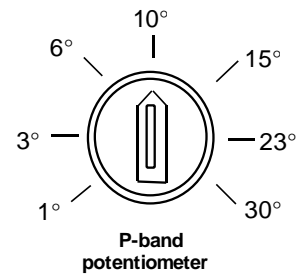

Fig. 5: P-bandets inställningsområde
- Med hjälp av en trimpotentiometer, som sitter alldeles till höger om plint nr 8, kan man justera det proportionella bandets storlek från 1 upp till 30 grader. Skalan är ej helt linjär, se fig. 5.
För tex golvvärme kan man lämpligen välja 10 °C resp 18 min för lättare golv (trä), samt 15 °C resp 27 min för tyngre golv (betong), jmfir fig. 5.